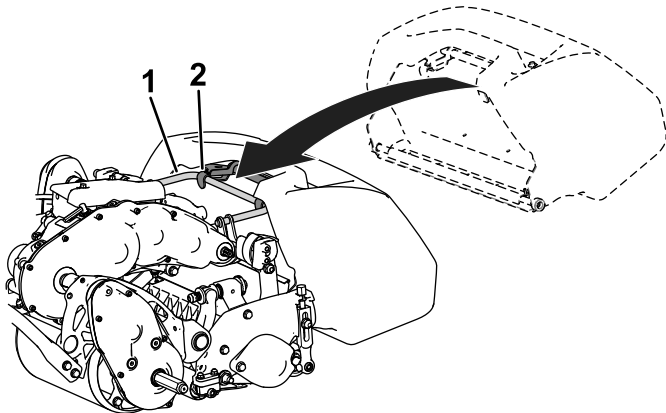

图 11
2. 将集草斗凸缘放入滚刀组侧板之间前滚筒之上图 11。
3. 将集草斗钩安装到环形机架上(图 11)。